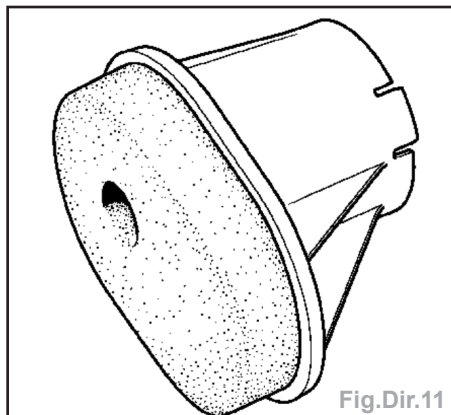

Fig.Dir.11
- Déclipper le joint de tablier à l'aide d'un tournevis (Fig.Dir.11).